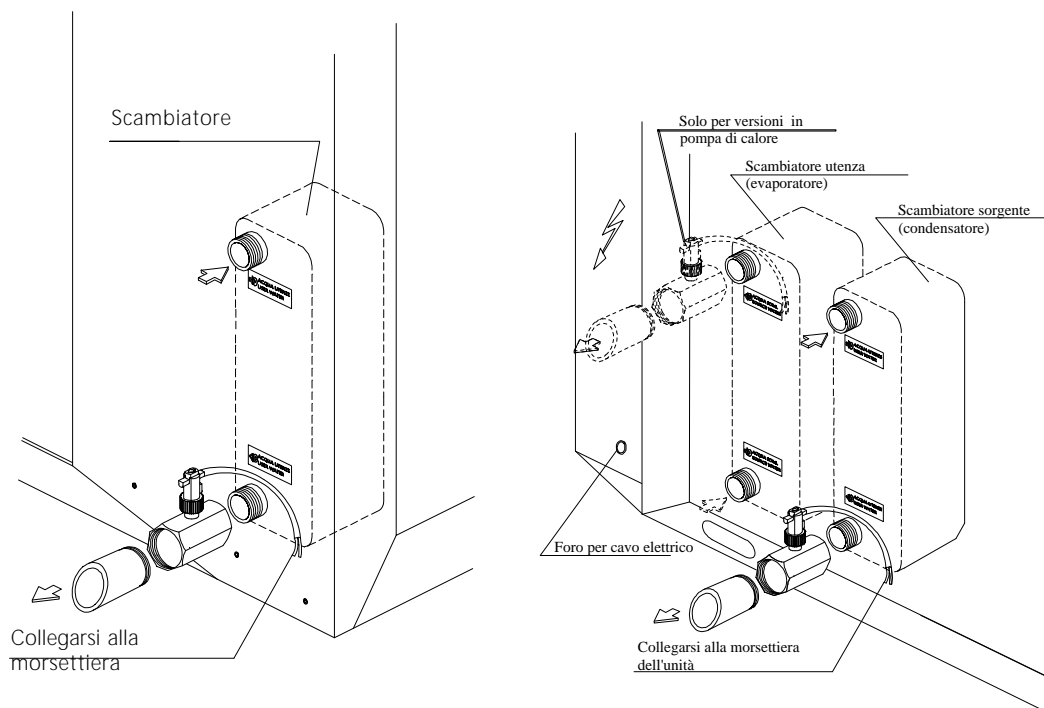

Figura 10
- Nel caso si rendesse necessario lo smontaggio del flussostato, svitare la ghiera in plastica. Al momento rimontare il flussostato, riposizionare la guarnizione ad anello tra il raccordo metallico e la parte in plastica (vedi figura 10).